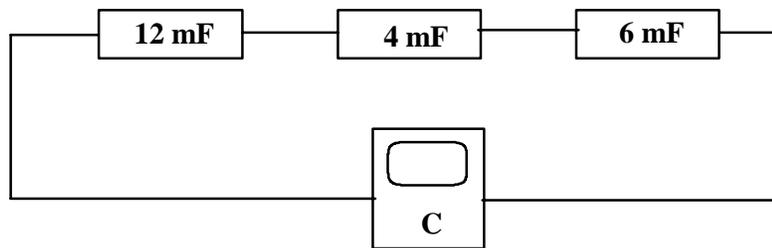

Figura 2
2. Enseguida, conecte los tres capacitores en serie y mida la capacitancia de esta asociación como se indica en la figura 2.